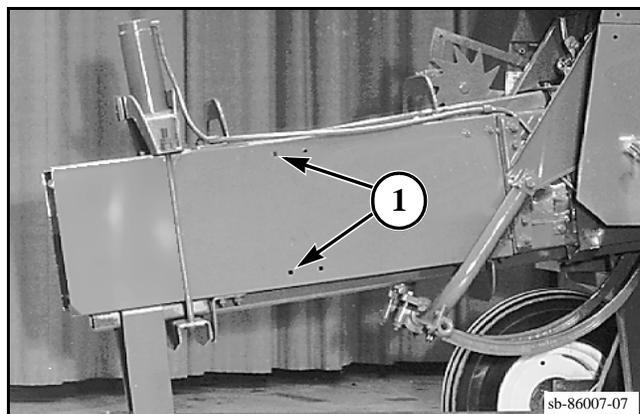

FIG. 24
FIG. 24: Sujete los resistores de heno en el interior de la pared lateral de la cámara de fardos. Utilice los orificios existentes (1) proporcionados para la instalación de los resistores de heno.